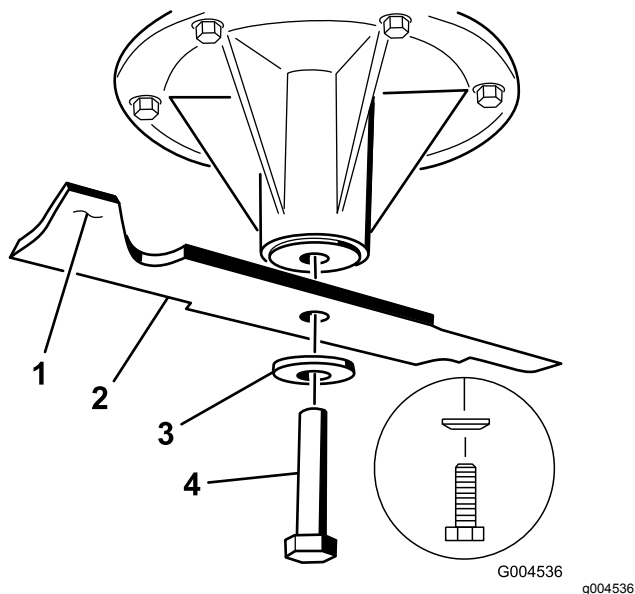

Figura 91
2. Retire del eje el perno de las cuchillas izquierda y central, la arandela curva y la cuchilla (Figura 91).
3. Si la cuchilla no está equilibrada, rebaje algo el metal en la parte de la vela solamente (Figura 91).